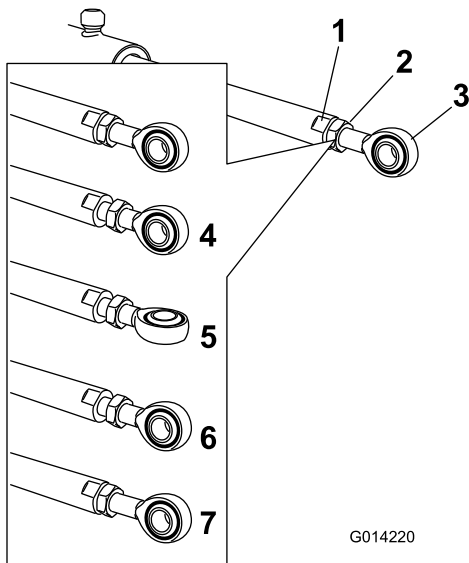

图 110
6. 转动提升器杆上的孔眼杆将延伸的提升器缩短或延长至所需的位置 图 110。
5. 在提升器杆的平整侧用扳手进行固定然后松开锁紧螺母使孔眼杆可以调整 图 110。